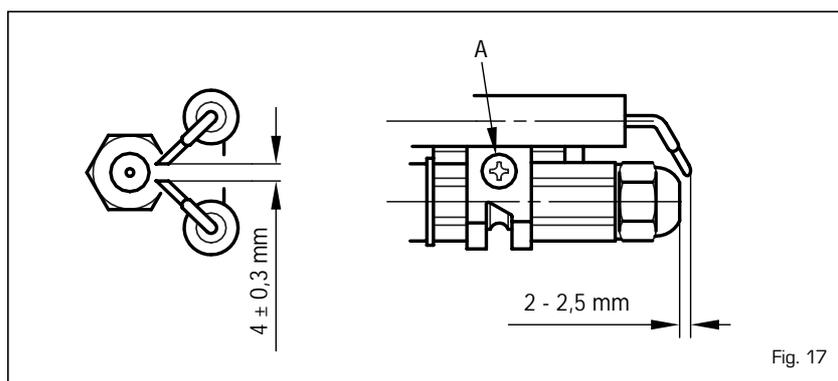

Fig. 17
Om de verbrandingskop te reinigen moet u als volgt te werk gaan (fig. 17):
- Draai de bevestigingsschroef (A fig. 17) van de steun van de elektroden los en trek de steun eruit.